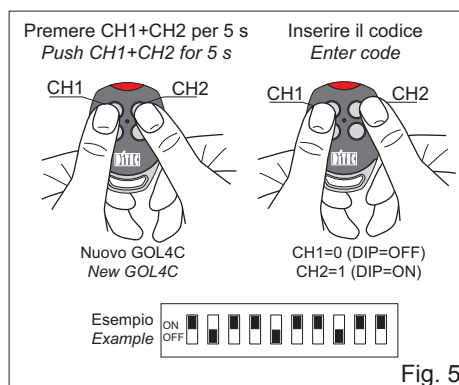
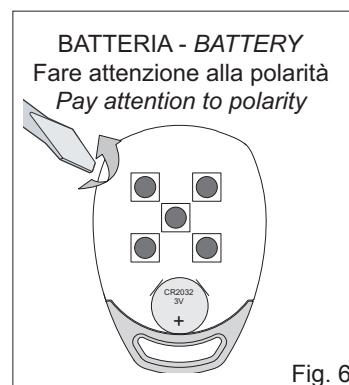

Fig. 5
Fig. 6
7. CLONAZIONE GOL4C MEDIANTE INSERIMENTO CODICE (fig. 5)
- Inserire un codice di 10 cifre premendo CH1=0 (OFF) o CH2=1 (ON). Tra una pressione e l'altra si dispone di 5 s.
9. SOSTITUZIONE BATTERIA (fig. 6)